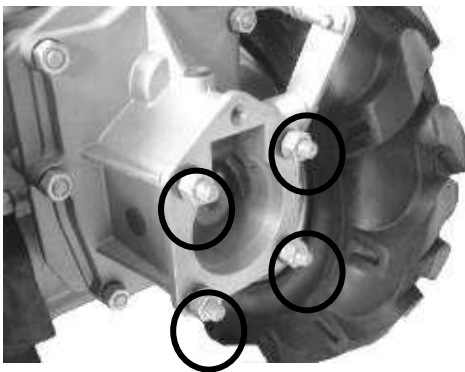

Fig.7
1. Retirez les quatre écrous des boulons fixant l'admission. Fig.7